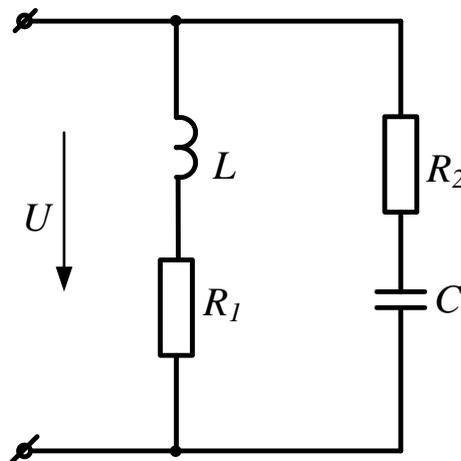

Рисунок 40
**Задача 47.** В цепь синусоидального тока частотой  $f=50\text{Гц}$  (рис.40) включены две параллельные ветви. Параметры элементов:  $R_1=4\text{Ом}$ ,  $R_2=5\text{Ом}$ ,  $L=0,096\text{Гн}$ ,  $C=630\text{мкФ}$ , напряжение на конденсаторе  $U_C=30\text{В}$ . Найти токи в ветвях и в неразветвленной части цепи. Определить сдвиги фаз всей цепи и в обеих ветвях. Построить векторную диаграмму токов.